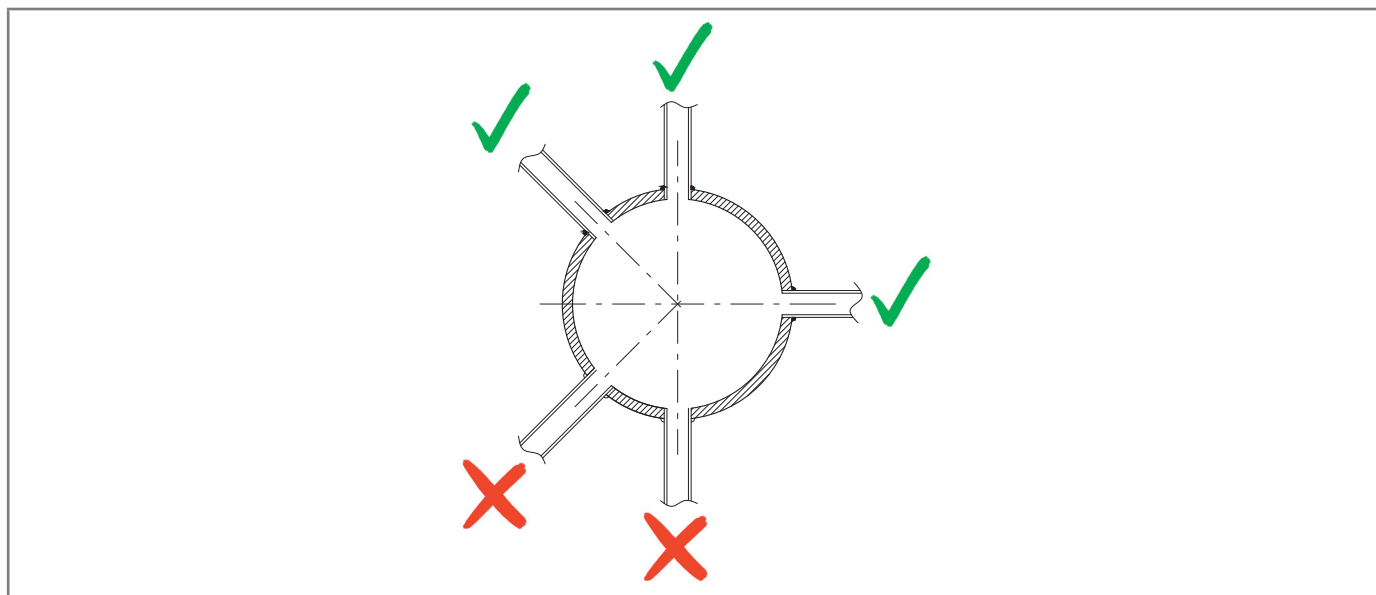

Fig. 6.9. Raccords soudés de la connexion pneumatique
- les raccords de la connexion pneumatique soient toujours soudés en haut ou à 90° maximum de l'axe de la connexion (voir Fig. 6.9) ;